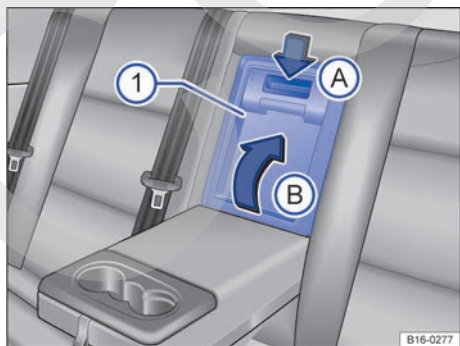

Fig. 179 En el respaldo del asiento trasero: apertura de la trampilla para cargas largas.
- Presione hacia abajo la tecla de desbloqueo → fig. 179 (A) y abra la tapa de la trampilla (1) hacia el maletero (B).